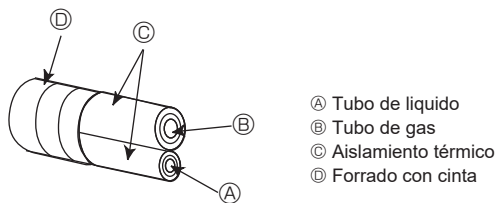
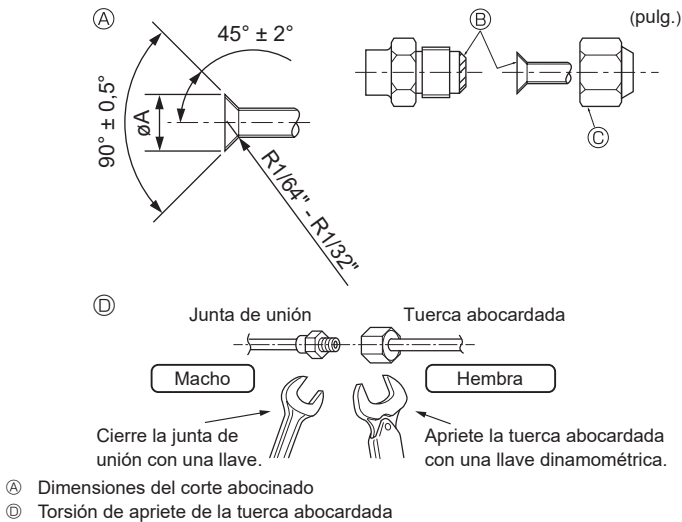

Fig. 4-5
Fig. 4-6
Ⓐ (Fig. 4-6)
4.3. Tubos de conexión (Fig. 4-5) (Fig. 4-6)
[Fig. 4-5]
[Fig. 4-6]